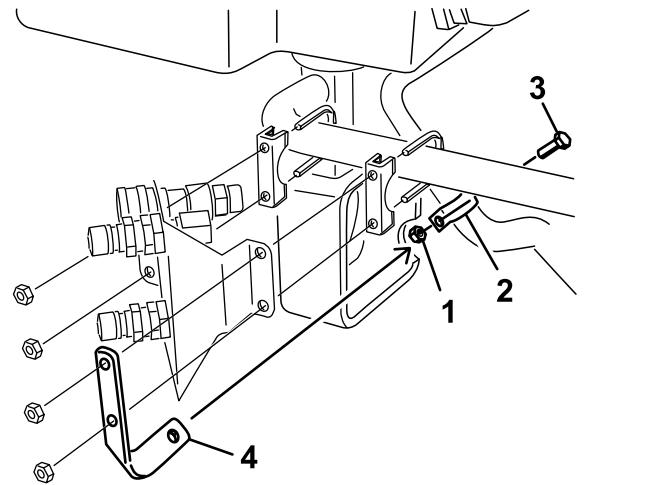

Рисунок 28
- Установите R-образный хомут на большой гидравлический шланг, как показано на Рисунок 28.
- Установите R-образный хомут на крепежный кронштейн с помощью болта (5/16 x 7/8 дюйма) и гайки (5/16 дюйма); см. Рисунок 28.